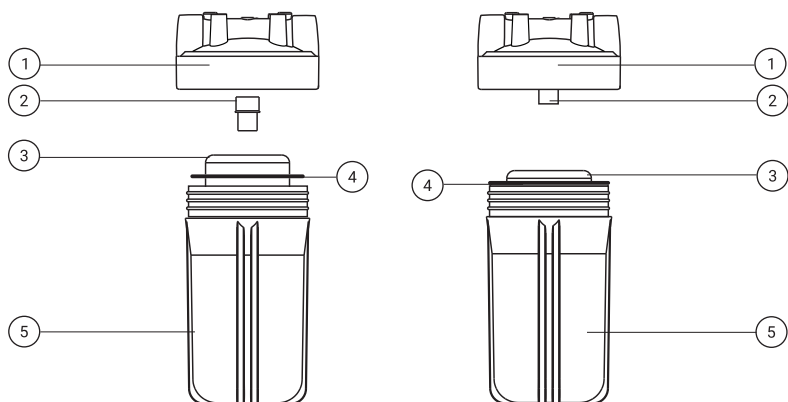

Рис. 16
2. При помощи ключа (входит в комплект поставки) отверните колбу (5) (рис. 16) (осторожно, в колбе может находиться вода) и смените картридж (3) (рис. 16).
3. Уплотнительное кольцо (4) (рис. 16) перед повторной установкой смажьте силиконовой смазкой (не герметиком!) или вазелином для более равномерного уплотнения колбы.
4. Вставьте центрующую втулку (2) (рис. 16) обратно в крышку (1) в случае если вы извлекли ее вместе с картриджем (рис. 16), наверните колбу (5) (рис. 16) с картриджем (3) (рис. 16) на крышку (1) (рис. 16) и подтяните ее ключом. Включите электропитание. Проверьте фильтр на герметичность.